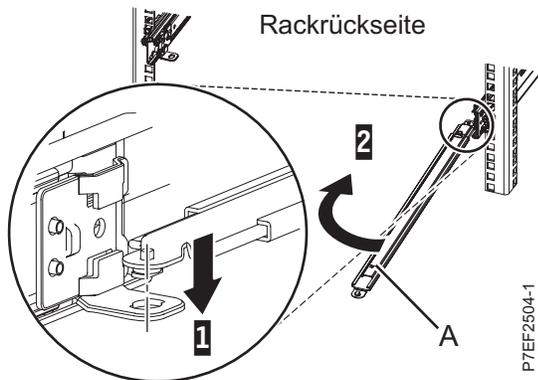

Abbildung 12. Stützarm anschließen
1. Der Kabelträger muss von der Rückseite des Servers gesehen an der rechten Seite des Servers installiert werden, wie in Abb. 12 auf Seite 11 dargestellt. Schließen Sie das eine Ende des Stützarms (**A**) an die rechte Schiene (**1**) an, damit Sie das andere Ende des Stützarms zur linken Seite des Racks (**2**) schwenken können.